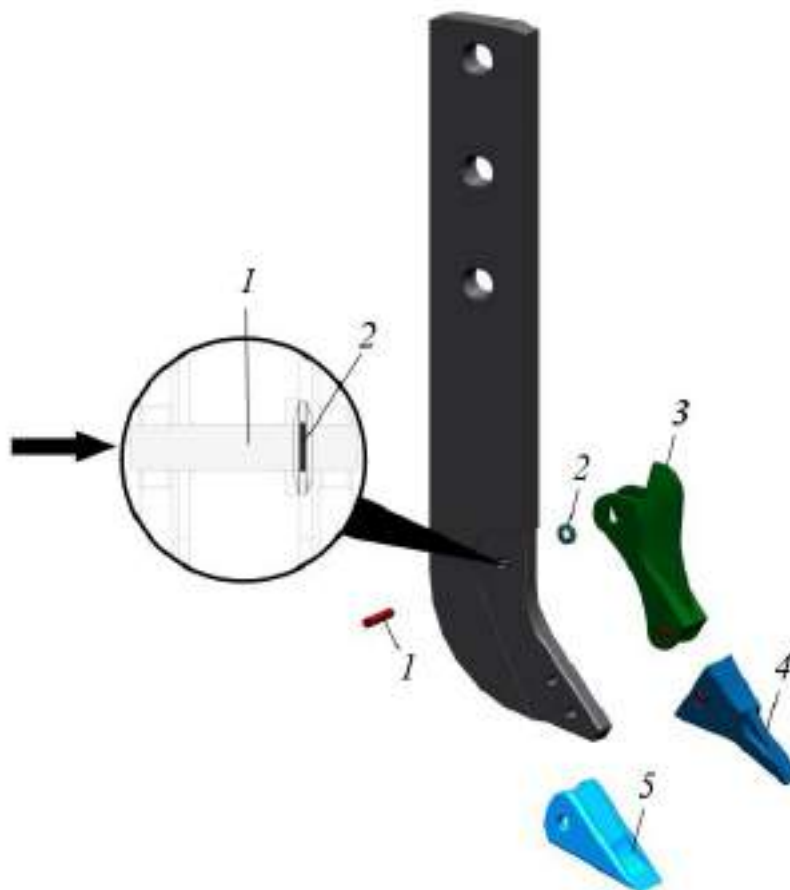

Рисунок 5.174. Процедура замены протектора и наконечника
- ▶ Используя подходящую выколку выбить пальцы 1, удерживающие наконечник (коронку) 4 или 5 и протектор 3 на ноже рыхлителя, см. рис. 5.174. Выбивать палец удобнее и быстрее со стороны, где установлено стопорное кольцо.
- ▶ При установке асимметричного наконечника на нож рыхлителя выемка на наконечнике должна быть обращена вверх, см. поз. 4 (рис. 5.174).
- ▶ Установить протектор и в совмещенные отверстия запрессовать палец 1. Запрессовку пальца производить с противоположной стороны, где установлено стопорное кольцо (см. местный вид на рис. 5.174 направление установки пальца показано стрелкой).
- ▶ Установить наконечник 4 или 5 на нож рыхлителя аналогично протектору. Асимметричный наконечник устанавливается выемкой вверх, см. поз. 4 рис. 5.174.